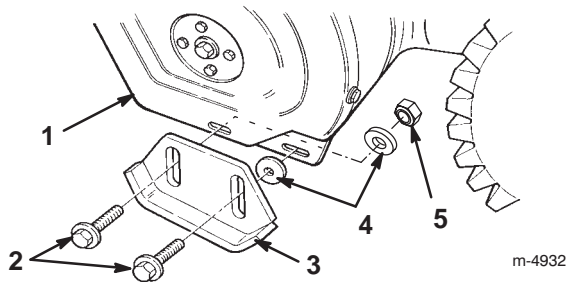

Figure 18
3. Enlevez les deux boulons à embase et rondelles plates qui fixent chaque extrémité de la lame racluse aux plaques latérales (Fig. 18).
5. Introduisez une rondelle *entre chaque patin et plaque latérale* (Fig. 18). Ne serrez pas les boulons.
7. Introduisez une rondelle et un contre-écrou *derrière (à l'intérieur de) la plaque latérale* (Fig. 18). Ne serrez pas les boulons.